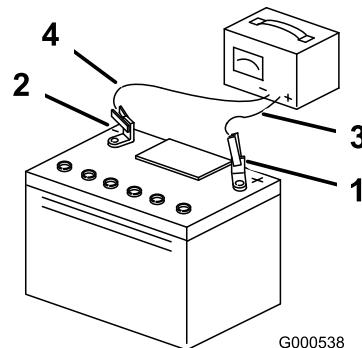

Figura 53
- Cuando la batería esté completamente cargada, desconecte el cargador del suministro eléctrico, y desconecte los cables del cargador de los bornes de la batería (Figura 53).